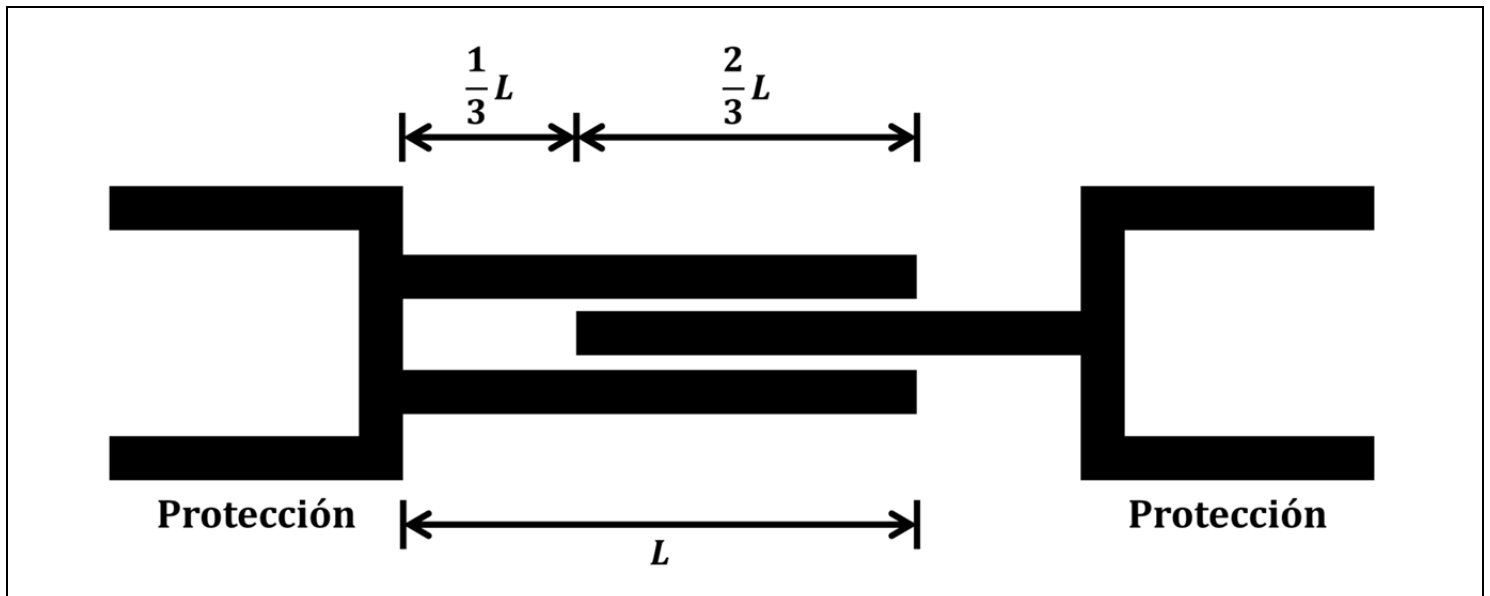
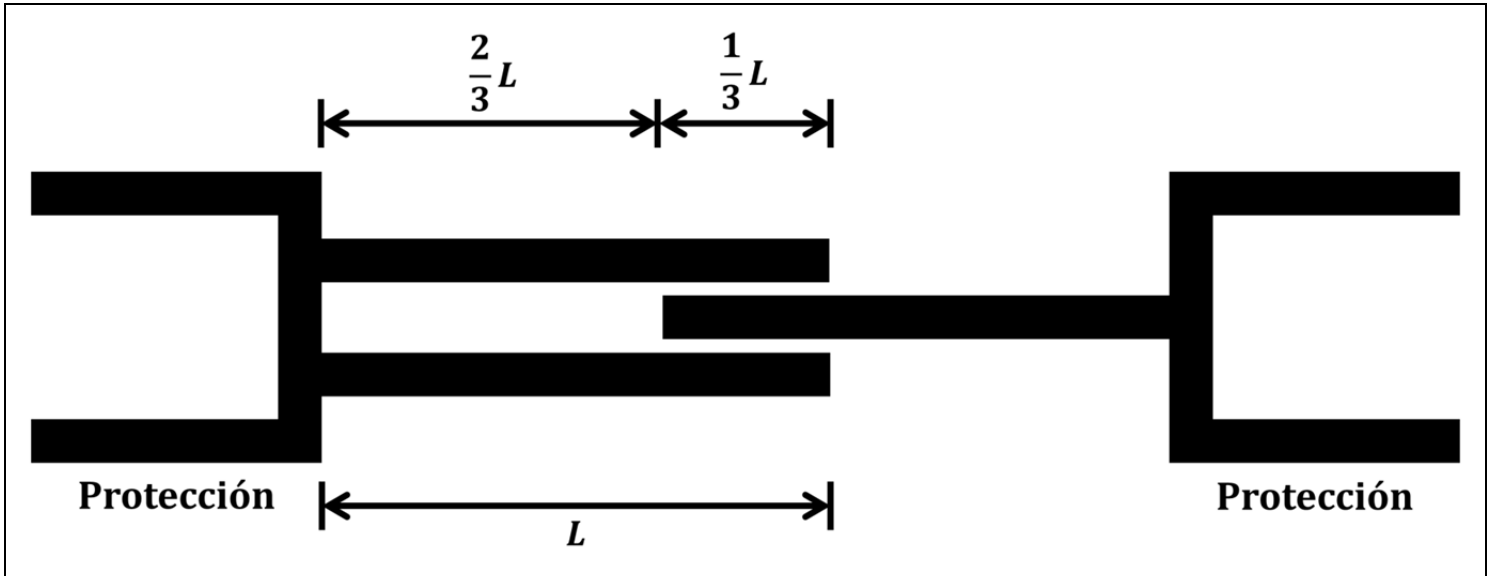

Figura 4. Superposición Recomendada del Tubo Perfilado
Figura 5. Superposición Mínima del Tubo Perfilado
3. Cuando se hace funcionar el eje de transmisión, es importante prestar atención a la longitud de superposición de los dos tubos perfilados. La longitud recomendada es de dos tercios de todo el tubo. La longitud mínima permitida para un funcionamiento seguro es de un tercio de todo el tubo. Para mayor aclaración, consulte la *Figura 4* y la *Figura 5* a continuación.